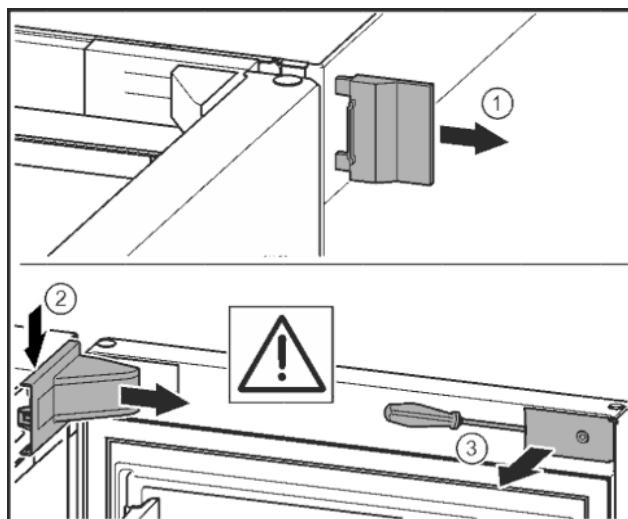

Fig. 10\*
- Снять внешнюю крышку. Fig. 10 (1)\*
- При помощи отвертки освободить крышку опорного кронштейна и отсоединить. Снять крышку опорного кронштейна. Fig. 10 (2)\*
- Шлицевой отверткой вывести накладку из зацепления и отвести в сторону. Fig. 10 (3)\*